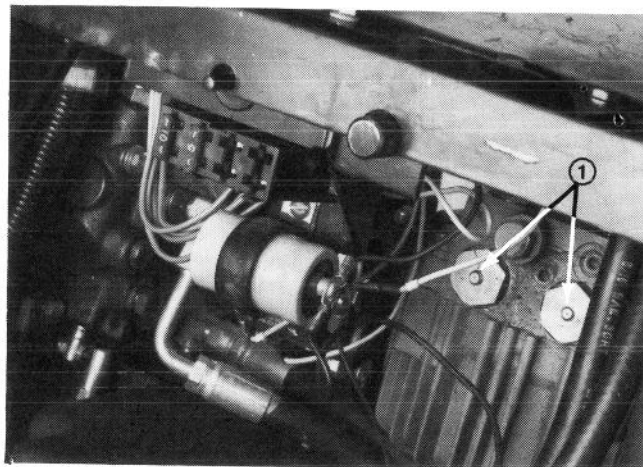

Fig. 11
1. Aktivér parkeringsbremsen. Sørg for, at kraftudtagskontakten er FRAKOBLET (OFF) og at løftehåndtaget er i TRANSPORT- eller FLYDE-stilling (Fig. 11). Hold foden væk fra manøvrepedalen og sørg for, at den er i FRISTILLING.
3. Når temperaturen er under 15°C, skal gløderørskontakten tilsluttes (ON) (Fig. 11) og holdes dér i den nedenfor foreslåede forvarmningstid.
2. Tryk stifterne midt på de to (2) kontraventiler ovenpå transmissionen (Fig. 11) ned og hold dem nede, medens maskinen skubbes eller bugseres.